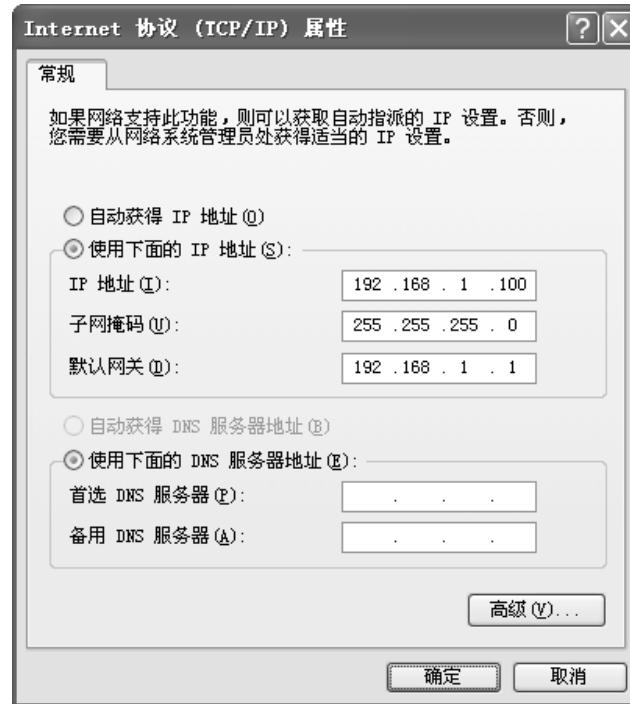

图4-1 本地连接
2. 设置PC本地连接IP地址为192.168.1.X，X为2~254中任意整数，子网掩码为255.255.255.0，默认网关为192.168.1.1，如图4-1。